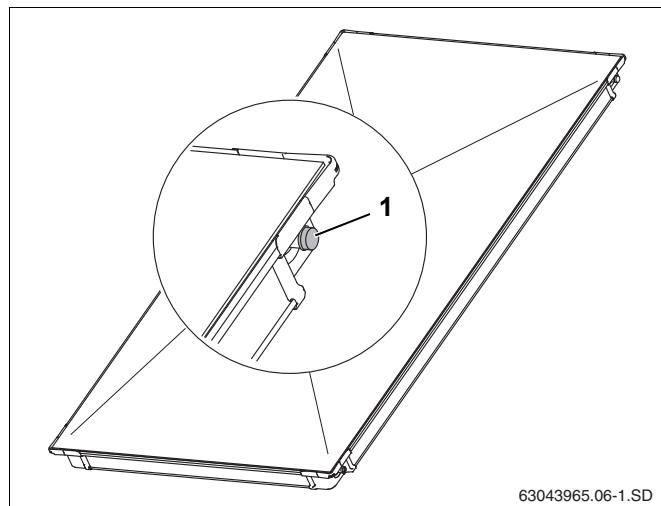

Рис. 5 Пластмассовые крышки на штуцерах коллектора
- ▶ Снимите пластмассовые крышки (рис. 5, **поз. 1**) только непосредственно перед монтажом.